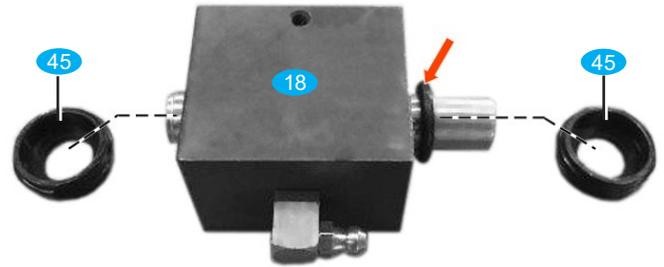

Bild 6: Sicherungsringe gegen Abstreifer tauschen
- Sicherungsringe (roter Pfeil Bild 6) von der Montagehülse abziehen und beidseitig einen Schmutzabstreifer **45** in die Kugelumlaufmutter **17** der X- und Y-Achse eindrücken.
- Sicherungsringe (roter Pfeil in Bild 6) von der Montagehülse abziehen und beidseitig einen Schmutzabstreifer **45** in die Kugelumlaufmutter **18** der Z-Achse eindrücken.
- Kugelumlaufmutter **18** so auf die Kugelumlaufspindel **21** aufdrehen, dass der Schmiernippel zur Festlagerseite der Kugelumlaufspindel zeigt (siehe Bild 6).